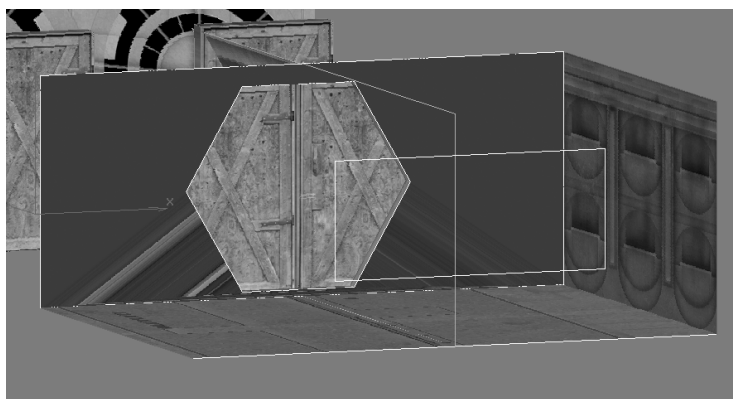

Рисунок 18.17. Здесь показано правильное положение гизмо модификатора UVW Map относительно боковых стен
11. Щелкните на кнопке Fit в области Alignment из свитка параметров модификатора UVW Map. Теперь масштабирование и выравнивание гизмо модификатора UVW Map выполнено правильно (рис. 18.17).